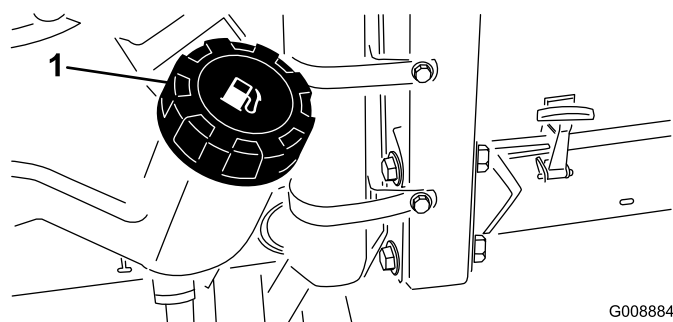

図 22
1. 燃料タンクのキャップ（図 22）の周囲をきれいに拭く。